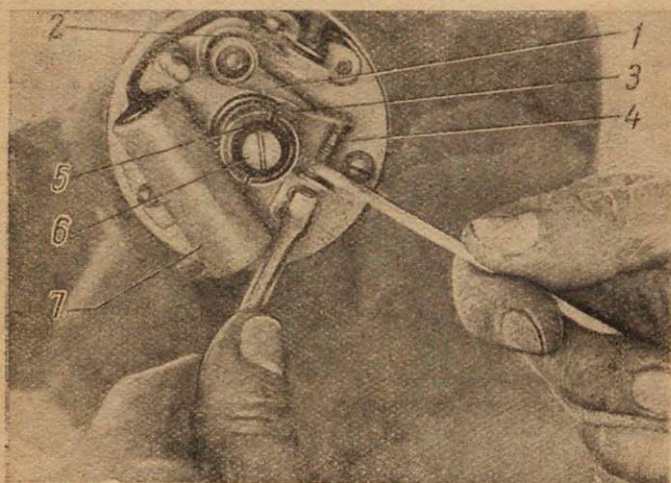
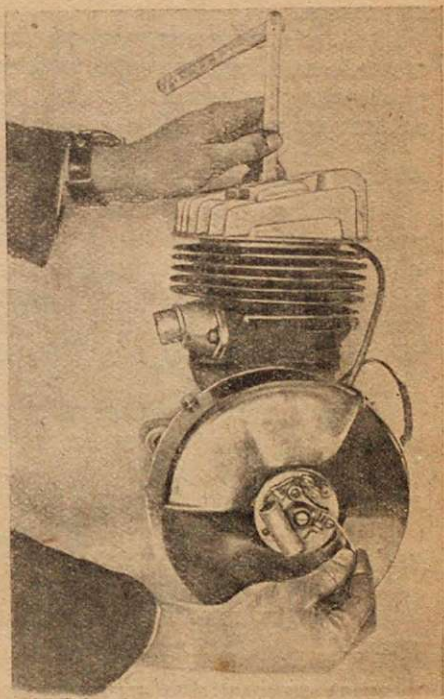

Рис. 11.
Рис. 12.
Наличие конденсата в картере может быть причиной того, что двигатель не заводится и в том случае, если свеча и зажигание в порядке. Отсутствие тока в проводе высокого напряжения или слишком слабый ток свидетельствуют о том, что неисправность нужно искать в прерывателе или в магнето. Прежде всего снимите крышку прерывателя (рис. 11) и проверьте целостность молоточка прерывателя (1), пружины (2) и фибрового кулачка (3). Если молоточек сломан или имеет трещину, если фибра расщаталась или лопнула пружина, то молоточек необходимо сменить. Далее нужно проверить наличие зазора между контактами прерывателя. Нормальная величина зазора в момент разрыва—0,4 мм. Регулировка зазора изображена на рис. 11. Нужно опустить контргайку и, вывинчивая отверткой винт (4), установить нужный зазор, затем затянуть контргайку специальным ключом. В момент размыкания между контактами прерывателя проскакивает небольшая искра, которая способствует
проверки угла опережения нужно поставить поршень в верхнюю мертвую точку, проворачивая двигатель при помощи кик-стартера или включив скорость за колесо. После этого надо повернуть двигатель против вращения так, чтобы поршень опустился на 6—7 мм. Проверка положения поршня производится через отверстие свечи при помощи линейки с делениями (см. рис. 12). В этот момент, если зажигание установлено правильно, кулачок прерывателя начинает приподнимать молоточек, т. е. тонкая папиросная бумага, зажатая между контактами прерывателя, начинает освобождаться. Если зажигание установлено неверно, необходимо отпустить винт (6), крепящий кулачок (5) к торцу коленчатого вала, повернуть кулачок, установив его в положение начала разрыва, и крепко затянуть винт (6) при помощи отвертки (рис. 11). Когда отпускаете винт (6), следите за тем, чтобы коленчатый вал не повернулся, ибо в этом случае изменится положение поршня и зажигание будет установлено неправильно.